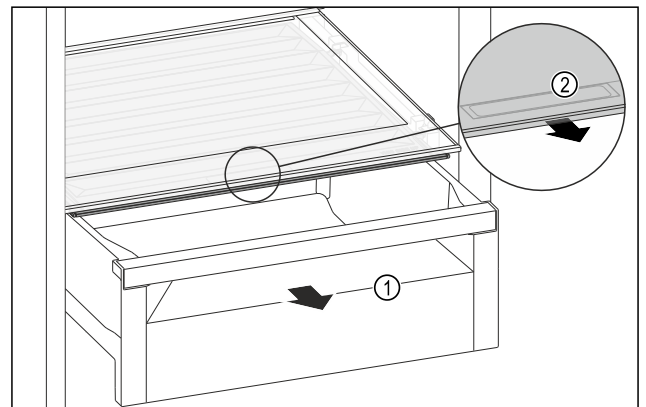

Fig. 212
- Estrarre il cassetto Fig. 212 (1).
- Afferrare la maniglia incassata Fig. 212 (2) sul coperchio dello scomparto e tirare allo stesso tempo in avanti il coperchio dello scomparto.